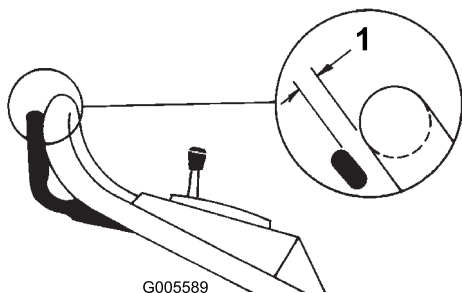

Figure 23
5. Soulevez la barre de commande jusqu'à ce qu'une certaine résistance se fasse sentir. L'écart entre la barre de commande et le mancheron doit être de 4 cm quand elle est bien réglée (Figure 23).
7. Serrez l'écrou de blocage inférieur pour caler l'écrou de blocage supérieur contre le bloc de support (Figure 23).